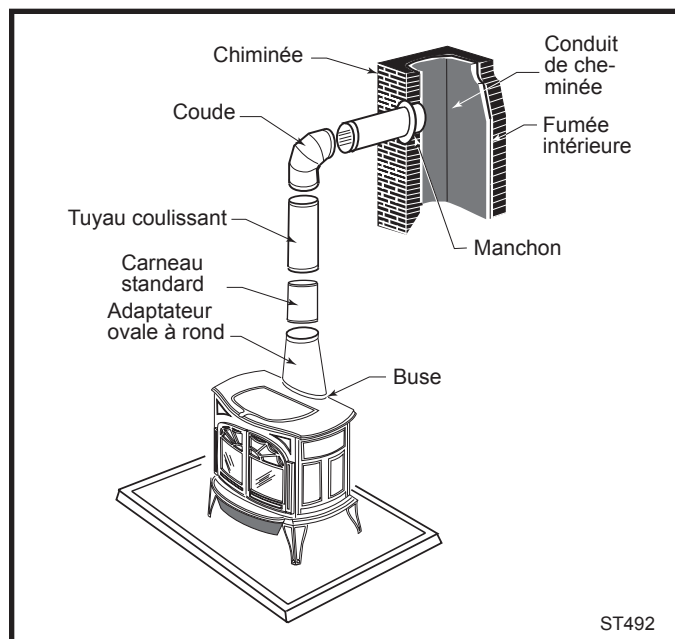

Fig. 6 Vue éclatée du raccordement à la cheminée dans une installation de maçonnerie autoportante.
- Fixez le carneau à la cheminée. Des instructions pour diverses installations suivent : La figure 6 illustre le tracé générique des pièces du carneau.